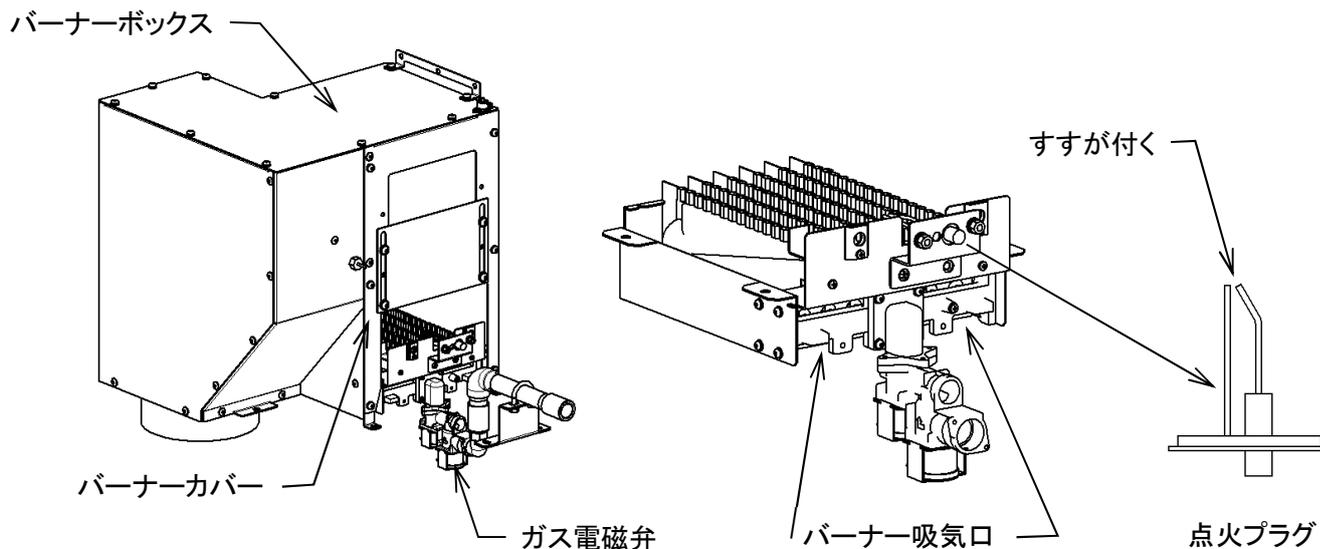

図8-20
3) 点火プラグの点検(図8-20)
8.3.10 ガス電磁弁(図8-20)